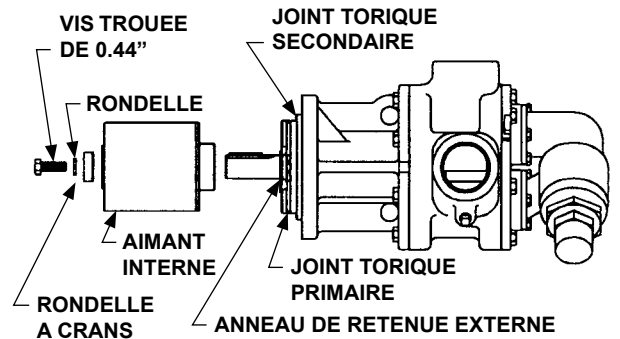

FIGURE 11
4. Insérez une barre de cuivre entre les dents du rotor par un des orifices et dévissez les vis qui maintiennent l'aimant interne sur l'arbre. (**Voir Figure 11**). N'oubliez pas qu'il s'agit d'un aimant très puissant. S'il est nécessaire de démonter la pompe, retirez la bague de retenue interne.